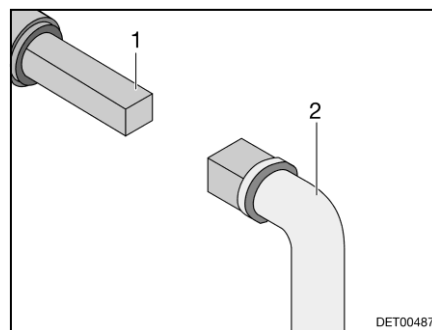

Fig. 159 Manejo del grifo para la eliminación de aguas residuales
- Insertar la llave (Fig. 159,2) en el cuadrado (Fig. 159,1).